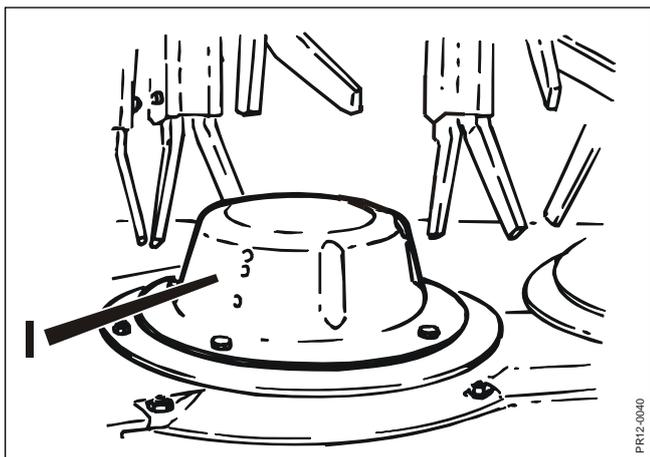

Fig. 5-6
- Fig. 5-6** Die zwei großen Flow-Verstärker **G** an den äußeren Scheiben sind mit Kunststoff **H** ausgefüllt, um Unwucht zu vermeiden. Es ist wichtig, daß die Kunststofffüllung unbeschädigt bleibt, damit die Flow-Verstärker nicht mit Erde, Staub und Unreinheiten, die Unwucht verursachen können, aufgefüllt werden.